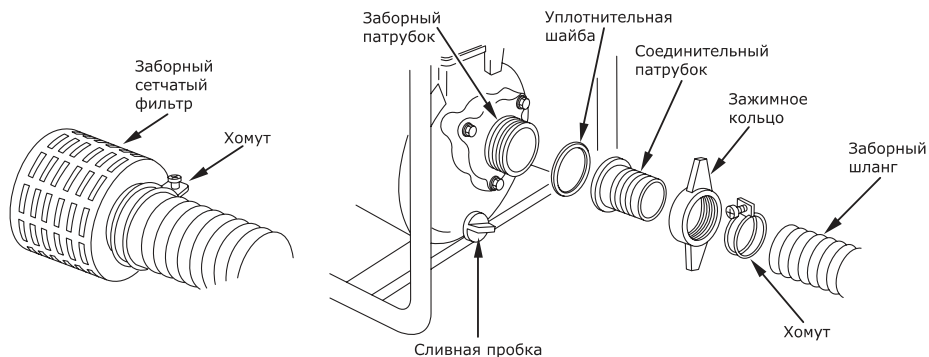

Рис. 11
- Заполните насосную часть помпы пресной водой. Установите заборный рукав с заборным фильтром. Убедитесь, что выпускной рукав закреплен и не перекрыт (рис. 11, 12).
- рукав с заборным фильтром. Убедитесь, что выпускной рукав закреплен и не перекрыт (рис. 11, 12).
- подсоедините заборный сетчатый фильтр к заборному рукаву при помощи хомута (рис. 11).
- слейте воду из выпускного шланга и корпуса мотопомпы через сливную пробку (рис. 11).